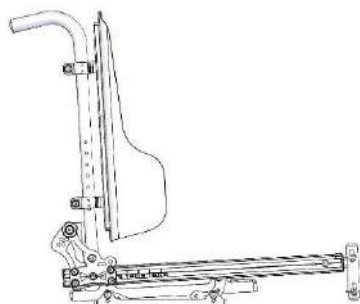

Figura 5-100
- El asiento Kiss con reclinación manual es el que se muestra en la figura 5-100.